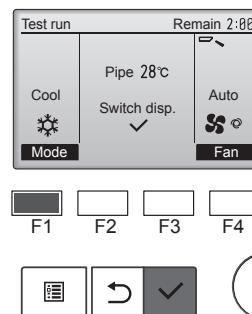

Fig. 6-6
- ① **F1** düğmesine basarak, "Cool" (Soğutma) ve "Heat" (Isıtma) çalışma modları arasında geçiş yapın. (Fig. 6-6)